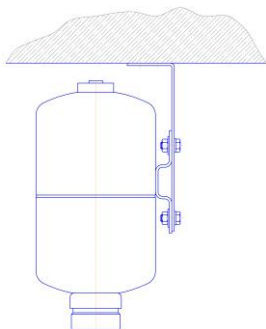

Рис.3.
6.2.1 При размещении МПП под углом 90° (Рис. 3) к поверхности предусмотреть крепление универсального кронштейна, выдерживающее статическую нагрузку не менее 100кг в течение 5 минут.